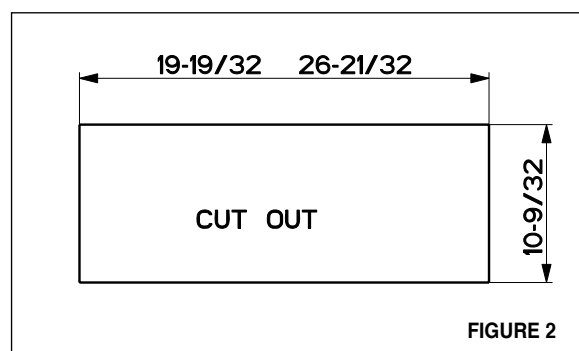

FIGURE 2
5. Découper l'ouverture où la hotte sera installée (**FIGURE 2**). **26 21/32" LARGEUR POUR 28" HOOD, 19 19/32" LARGEUR POUR 24" HOOD**